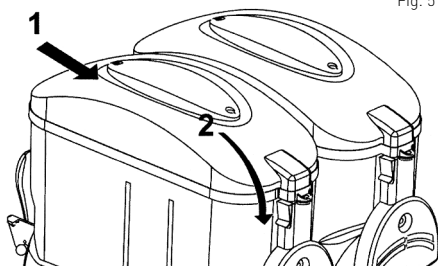

Fig. 5
- Après avoir versé / rempli le mélange dans le réservoir [2] placez de nouveau le couvercle (1) sur le réservoir [2]. Voir : Fig. 5.